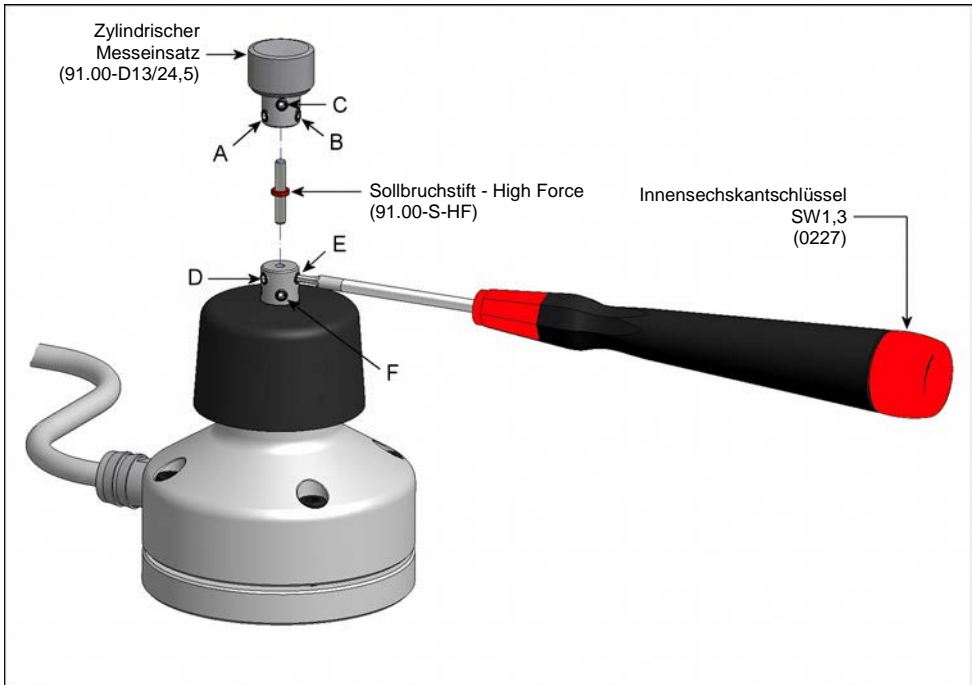

Abb. 5 Messeinsatz wechseln
3. Schlauchverschraubung mit Dichtring in eine entsprechende Bohrung (Ø16,2) in der Maschinenwand einsetzen und auf der Rückseite mit der zugehörigen Mutter sichern (siehe Abb. 5).